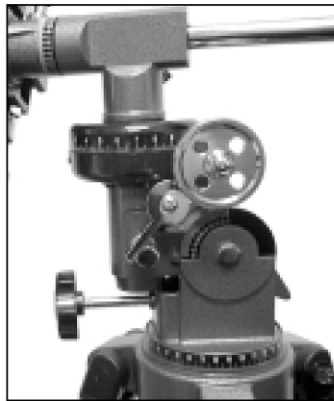

Fig. 13: Eje polar hacia arriba.
1. Para llevar a cabo los pasos 2 y 3 de manera más sencilla, afloje la perilla ajuste de latitud (**1, Fig. 13**) e incline el telescopio de tal manera que el eje polar apunte hacia arriba, como lo muestra la **Fig. 13**.